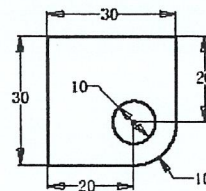
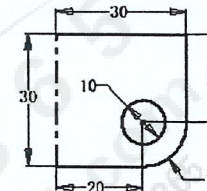

图6
图7
13. 什么命令可将图6所示草图中左边的竖向直线段转变为图7所示的中心线? 【      】